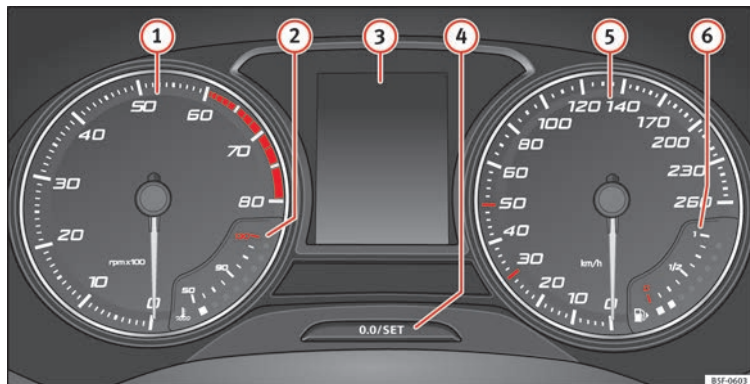

Fig. 120 Combiné d'instruments à l'avant.
Explications concernant les cadrans » **fig. 120** :
Lors de la mise du contact d'allumage, l'écran du combiné d'instruments » **fig. 120**
- Appuyez brièvement sur le bouton **» fig. 120 ④** pour remettre le compteur kilométrique journalier à 0.
- Maintenez enfoncé le bouton **④** pendant environ 3 secondes pour afficher la valeur précédente.
- Pour régler l'heure, maintenez enfoncé le bouton **» fig. 120 ④** pendant plus de 3 secondes afin de sélectionner l'indicateur des heures ou des minutes.
- Pour poursuivre le réglage, appuyez sur la partie supérieure ou inférieure du bouton **④**. Pour que les nombres défilent rapidement, maintenez la touche appuyée.
- Appuyez de nouveau sur le bouton **④** pour mettre fin au réglage de l'heure.
Maintenez enfoncé le bouton **» fig. 120 ④** pendant plus de 15 secondes pour afficher les lettres-repères du moteur (MKB) du véhicule. Pour cela, le contact d'allumage doit être mis et le moteur coupé.
Le compte-tours indique le nombre de tours du moteur par minute » **fig. 120 ①**.
L'aiguille du compte-tours ① » **fig. 120** ne doit rester que peu de temps dans la zone rouge : risque d'endommagement du moteur.
L'indicateur de température du liquide de refroidissement ❷ »» fig. 120 ne fonctionne que lorsque le contact d'allumage est mis. Pour éviter d'endommager le moteur, veuillez tenir compte des remarques suivantes, relatives aux plages de température.